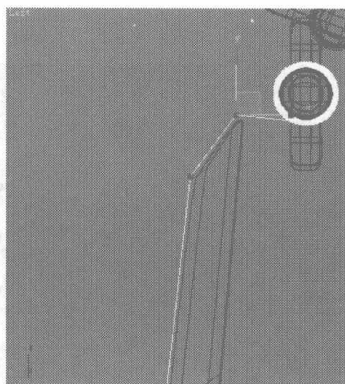
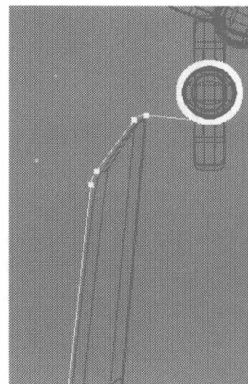

图 5.503
图 5.504
- 03** 选择如图 5.503 所示的点，在 **Fillet** 右边的文本框中设置参数为 13.0，给所选择的点添加拐角，如图 5.504 所示。